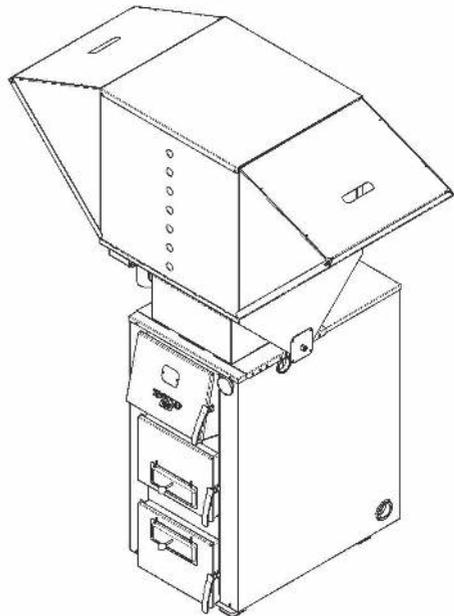

Рисунок 17
5. Убедитесь в том, что бункер надежно установлен на монтажной платформе, повернув его на небольшой угол вокруг своей оси в разные стороны (Рис. 17).